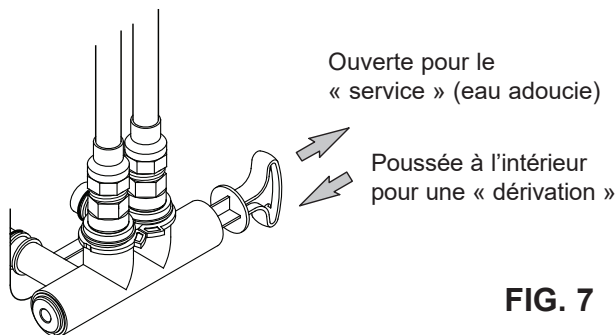

FIG. 7
Installez une soupape de dérivation simple (incluse), de la manière illustrée à la figure 7, ou, si telle est votre préférence, le système de dérivation à trois robinets (pièces non incluses) en vous reportant à la figure 8. Les robinets de dérivation vous permettent de couper l'eau alimentant l'adoucisseur, au besoin, pour effectuer des travaux d'entretien tout en continuant d'avoir de l'eau dans les tuyaux.
2. Placez la soupape de dérivation (simple ou à trois robinets) en position de « dérivation ». Voir les figures 7 et 8 à la page 7.